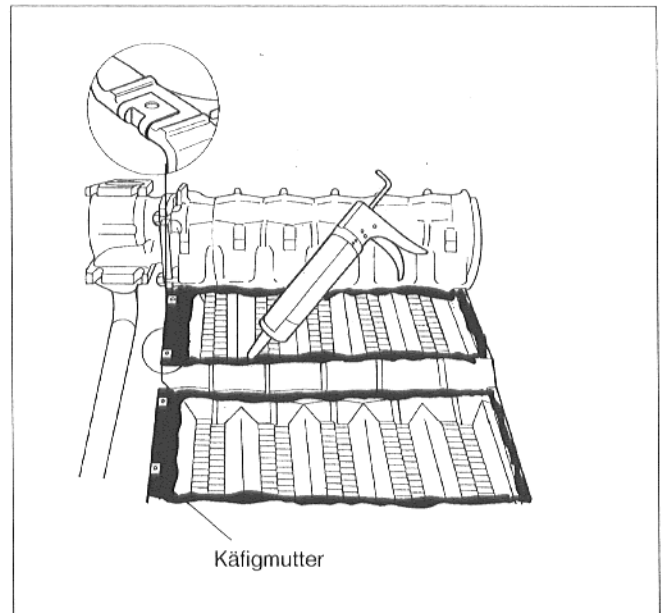

Abb. 14:
- Die 4 Käfigmuttern auf die vorderen Endglieder (wasserseitiger Anschluß) aufstecken (Abb. 14).
- Die Dichtungsnut mit dem mitgelieferten Spritzkitt ausspritzen (Abb. 14)*. Um die richtige Kittdicke (1,5 cm) zu erlangen, ist die Spritztülle im Abstand von 4 cm von vorne schräg abzuschneiden (ca. 45°). Spritzkitt über die Käfigmuttern spritzen.